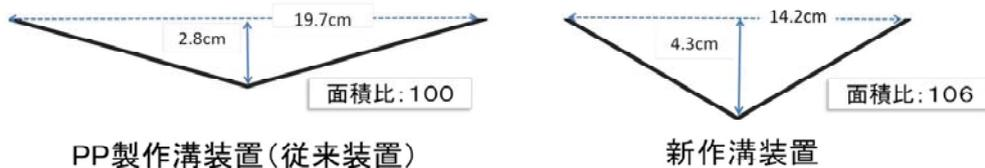

図2 作溝装置による作溝形状の違い
- (3) 従来装置と比較すると、作溝する溝の形状は、幅が狭く、深溝であるが同程度の作溝性能を示し、同程度の苗立ち・収量が得られる。また、種子覆土板等を取り外し、無覆土表面播き仕様にするにより鉄コーティング湛水直播栽培（条播のみ）にも適応できる（図2、表1）。